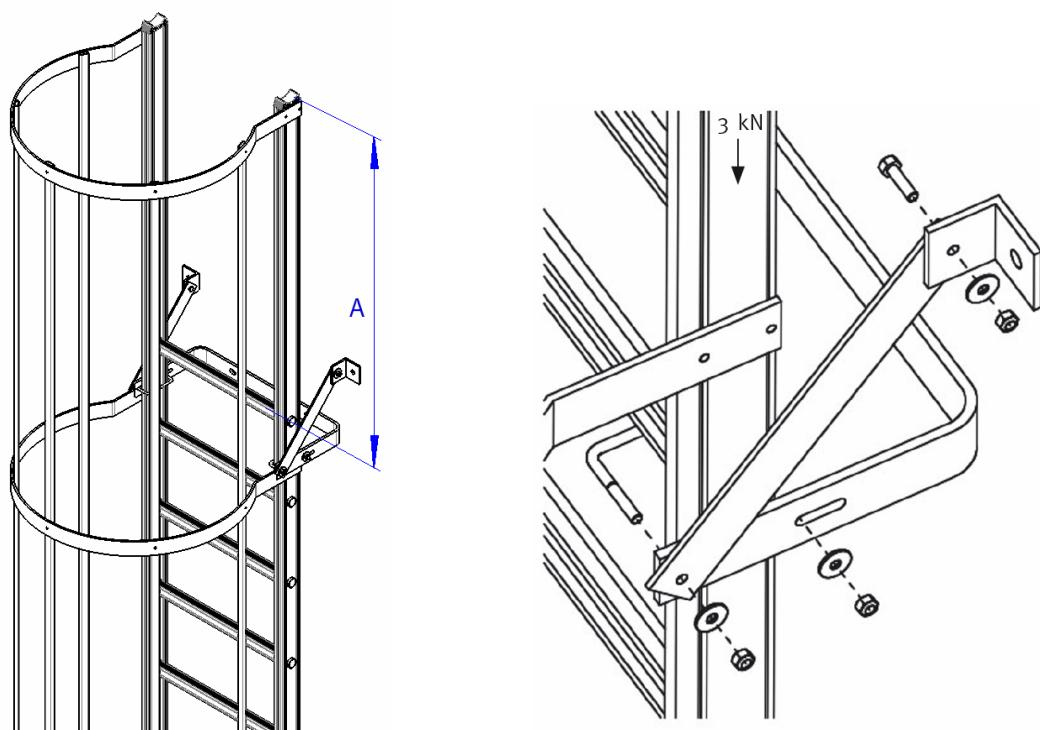

Figure 1
- Choisissez le matériel de fixation approprié. En calculant la résistance de l'ancrage, tenez compte d'une force de 3 kN dans chaque montant, dans le sens de l'axe (voir figure 1). L'ancrage et les assemblages associés doivent pouvoir supporter une charge de 3.000N par montant. Maximum 4 ancrages peuvent être considérés pour contribuer à cette charge.
- Montez le(s) support(s) mural(-aux) et les éventuel(s) support(s) de suspension aux pièces de l'échelle (voir figures 1 et 2). Veillez dans ce cas à monter le support mural le plus près possible sous l'échelon. La distance maximale entre deux supports muraux est de 2 mètres.